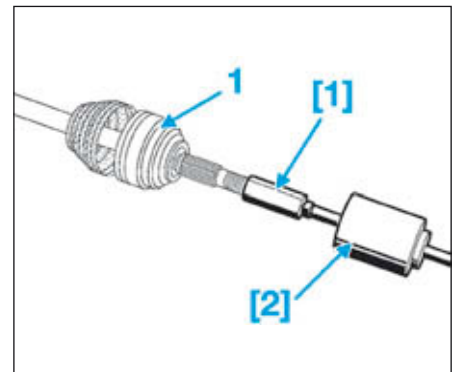

FIG.4
- le bol (1) à l'aide des outils [1] et [2] (Fig.4),